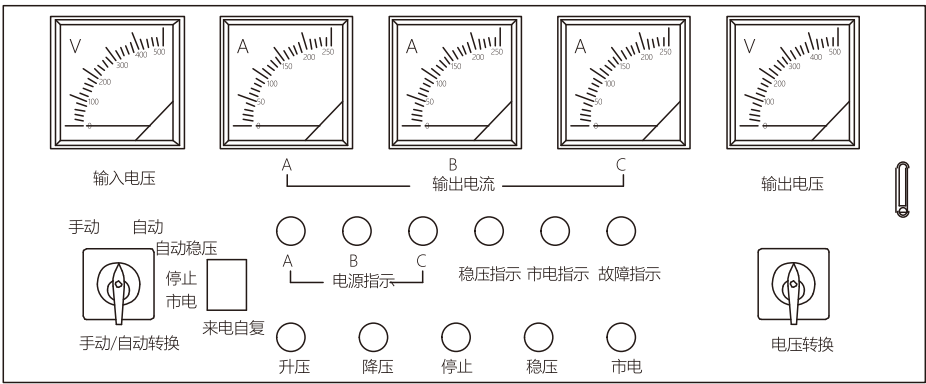

图9 TNSZ-350~600面板示意图
- 将产品按要求接入电源后，暂不接入负载。首先将面板上“来电自复”开关停在“停止”挡，“手动/自动”转换开关停在“自动”挡（箭头指向自动位置），见图9中TNSZ-350~600面板示意图。